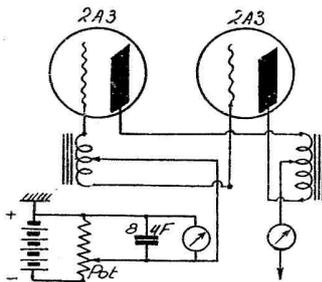

Fig. 6. — Schéma de montage de polarisation par piles des lampes de sortie
Aussi, avons-nous effectué la mise au point et les essais de reproduction (fidélité) avec pick-up à haute-fidélité (31 A 4 Jensen), disques de fréquence 62687, 62688, 62689 de Polydor, et mesure des tensions de sortie (4) en utilisant comme source de polarisation, une pile de 90 volts et un potentiomètre shunté permettant de faire varier la tension grille très progressivement (figure 6).